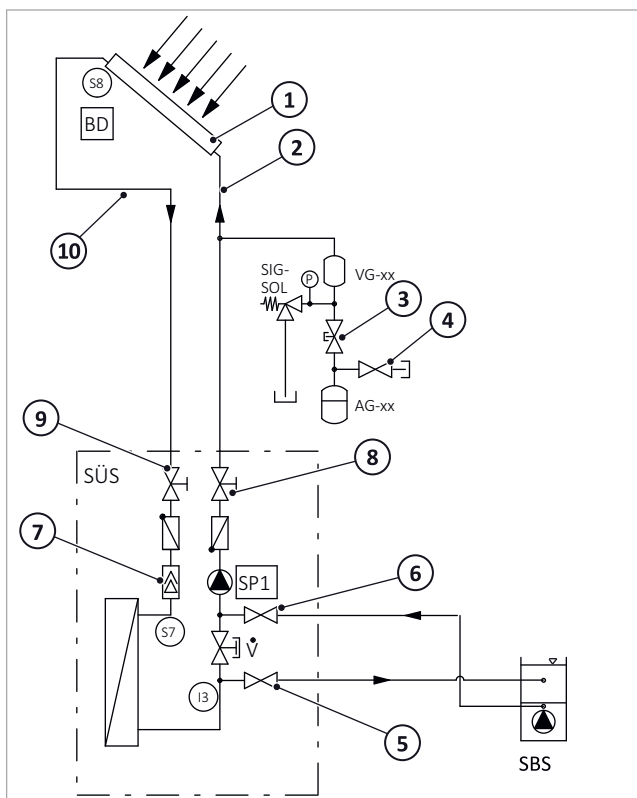

Fig. 21: Estación de transferencia de calor solar: Lavar el ramal de la bomba
- Tras llenar de nuevo el circuito solar se generan durante el funcionamiento gases que se acumulan en el separador de aire de la estación → fig. 21, p. 20 (7). Esta generación de gases se reduce a medida que aumenta el tiempo de funcionamiento de la instalación. De ahí que durante los primeros días tras la puesta en funcionamiento se debe purgar diariamente el separador de aire y comprobar la presión de la instalación. Posteriormente solo será necesario en función de la cantidad de aire separada.
6. Purgue el separador de aire de la estación → fig. 21, pág. 20 (7) con el purgador de aire manual.
- Tras llenar de nuevo el circuito solar se generan durante el funcionamiento gases que se acumulan en el separador de aire de la estación → *fig. 21, p. 20 (7)*. Esta generación de gases se reduce a medida que aumenta el tiempo de funcionamiento de la instalación. De ahí que durante los primeros días tras la puesta en funcionamiento se debe purgar diariamente el separador de aire y comprobar la presión de la instalación. Posteriormente solo será necesario en función de la cantidad de aire separada.
1. Cierre la válvula con tapa (7, véase → fig. 21, p. 20) en el depósito de expansión solar (marca horizontal).